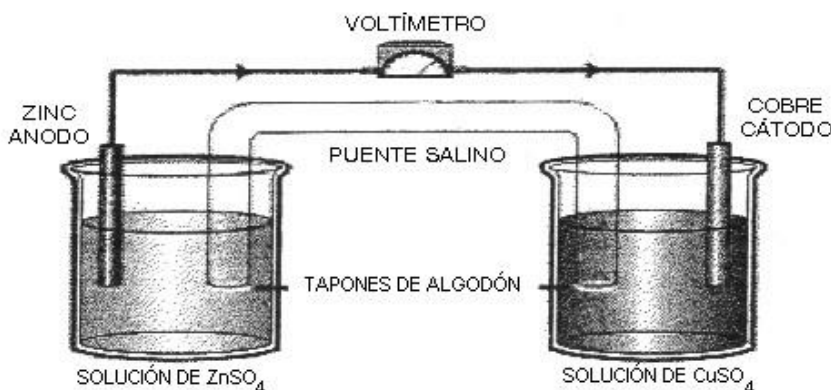

FIGURA No. 2
En la siguiente celda $\text{Zn}^0/\text{Zn}^{2+} // \text{Cu}^{2+}/\text{Cu}^0$ ocurre la conversión de energía química en eléctrica. Por ej. (ver figura No.2), una lámina de cinc sumergida en una solución de ZnSO_4 se oxida en un tiempo determinado, mientras la lámina de cobre sumergida en una solución de CuSO_4 aumentará de peso y la solución irá disminuyendo de color, debido a que los iones Cu^{2+} se reducen depositándose en la lámina de cobre, llamándose celda catódica.
4.2.1 Celdas Galvánicas Instalar el equipo tal como se muestra en la fig. No.2